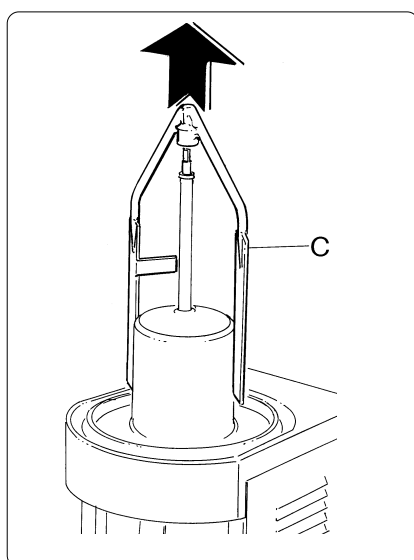

Fig. 4
- Extraire la palette mélangeuse (C) en la tirant vers le haut (fig. 4).